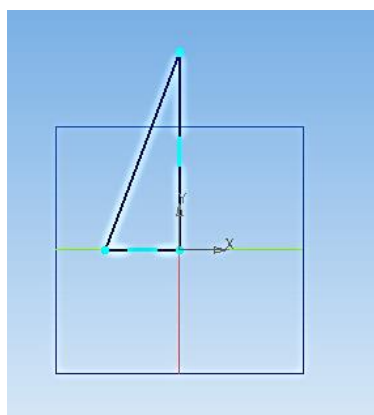

Рисунок 30 – Построение эскиза треугольника
8. с помощью  непрерывного ввода отрезка из инструментальной панели  **Геометрия**, постройте горизонтальный отрезок длиной 15мм, и конец отрезка соедините с вершиной осевой линии (рисунок 30), измените стиль линии на **Основную**;